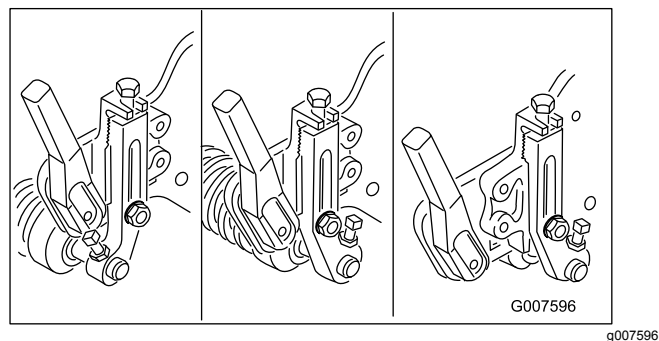

图52
**注意** 前滚筒可以放置在 3 个不同的位置 图52这取决于用户的应用场合和需求。